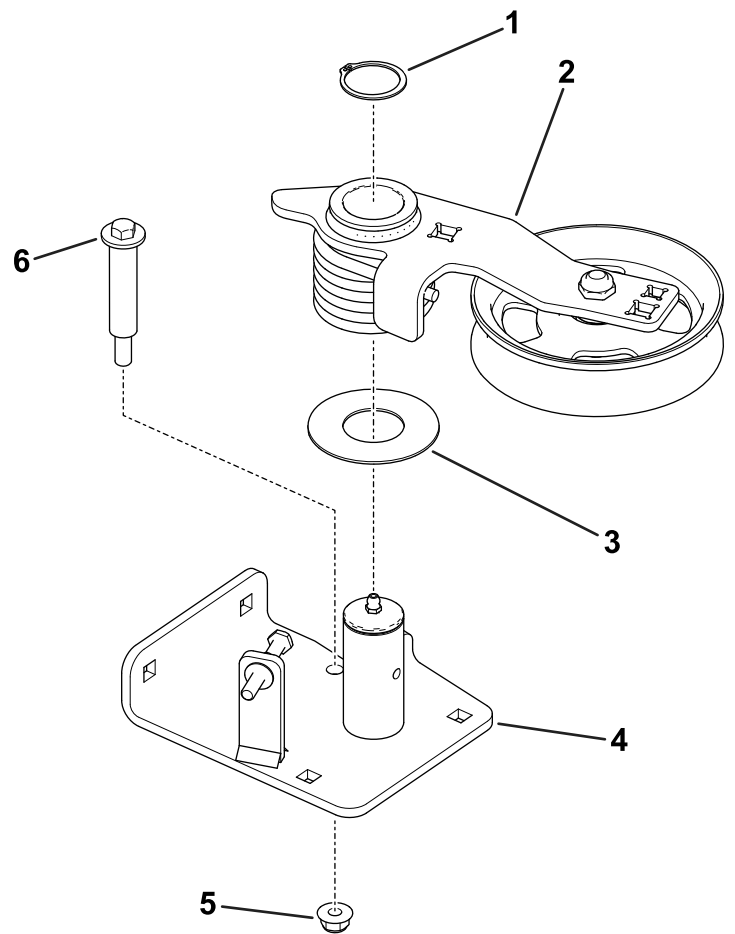

Figura 4
5. Retire el perno de cuello largo de la placa de pivote de la polea tensora y, a continuación, descargue la tensión del muelle de la polea tensora (Figura 4).
6. Retire el anillo de retención que sujeta el brazo de la polea tensora al pivote de la polea tensora (Figura 4)